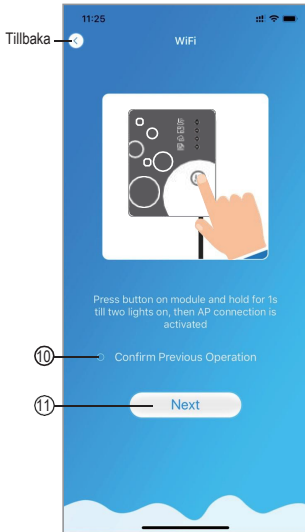

Fig.7 WiFi-modul på gränssnittet
1. Följ anvisningarna på sidan (Fig.7), tryck på knappen på modulen och håll in 1s tills två lampor tänds, sedan aktiveras AP-anslutningen, klicka på 10 för att konfirmera, klicka på 11 för att vända sidan;